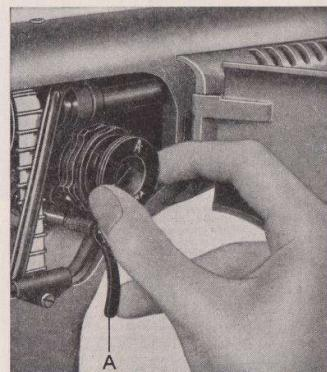

Fig. 40.
4. Fatta tag om kamsatsen med höger hands tumme och pekfinger och för samtidigt med långfingret undan armen så den står lodrätt (A fig. 40). Drag ut kamsatsen.
5. Tag den nya kamsatsen på samma sätt och skjut in den på axeln. Vrid kamsatsen tills kammen går så långt in att armen (A fig. 40) kan falla in i spåret (A fig. 38).